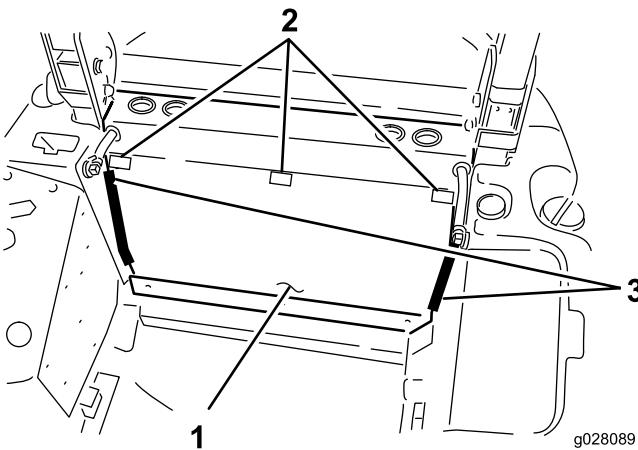

Bild 57
2. Setzen Sie die hintere Abdeckung ein und fluchten Sie die oberen Befestigungslöcher mit den Löchern in der Rahmenquerstrebe aus (Bild 57).